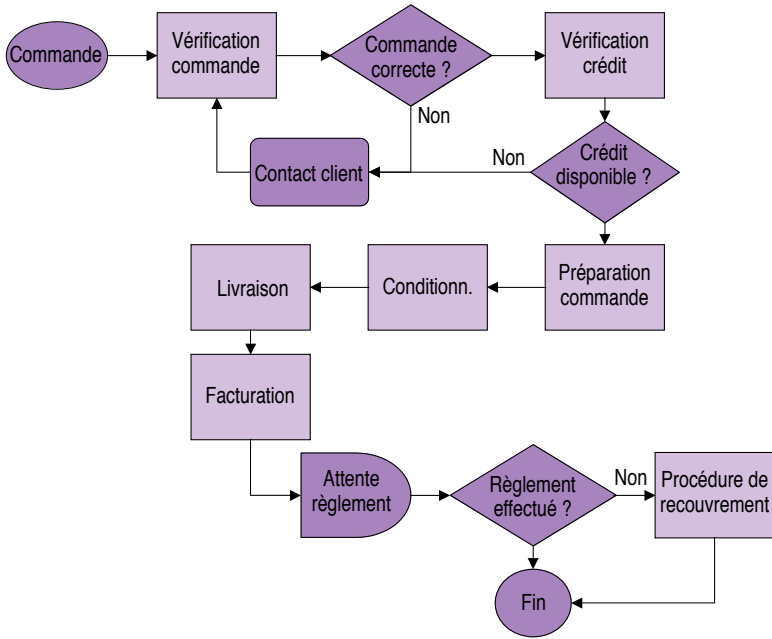

Figure 1.2.4. Traitement d'une commande : enchaînement des opérations
4. Qui est le client ? Qui est le fournisseur ?	La représentation sous forme d'organigramme (figure 1.2.4) facilite la mise en évidence des enchaînements